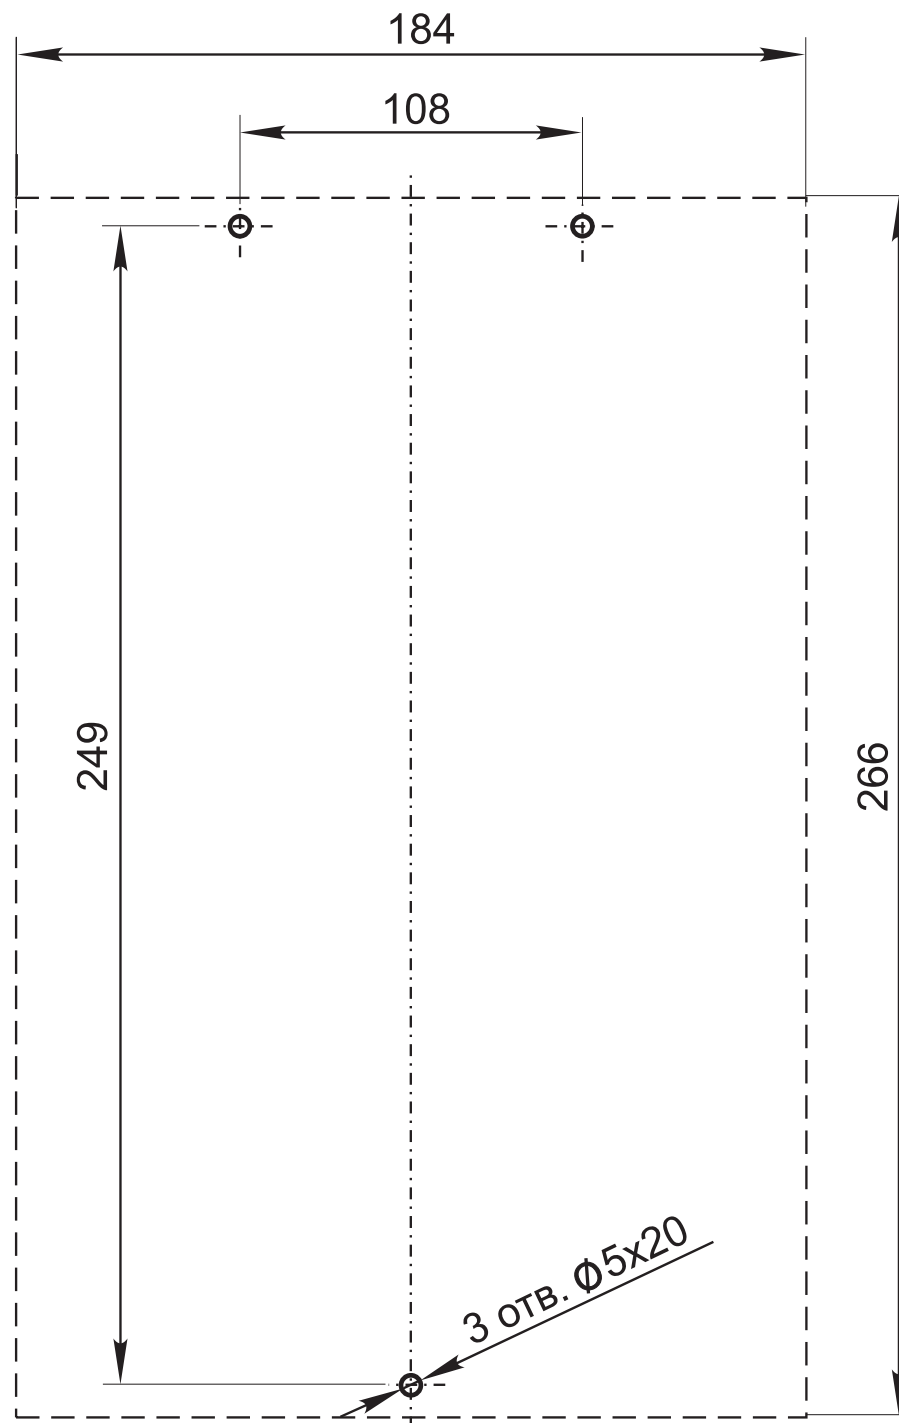

Рис. 7. Разметка отверстий для установки БПК
7.3.9. Установите тумблеры «Power» и «Battery» на БУ в положение «OFF» и «External» соответственно. Разместите БУ на стене кабины охранника так, чтобы обеспечивался удобный доступ к сетевому выключателю. Блок на стене должен располагаться вертикально, разъёмами вниз. Надежно закрепите блок. Для этого разметьте крепежные отверстия на стене в соответствии с рис. 7.